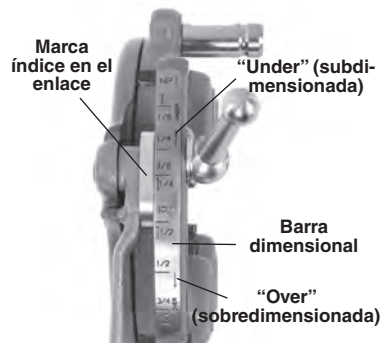

Figura 12 – Ajuste del tamaño de la rosca
3. Empiece con la marca índice de la conexión alineada con la marca del tamaño deseado en la barra dimensional. Si se trata de cabezales para pernos, fije la marca del enlace para alinearla con la línea en la barra dimensional. Para roscar pernos, coloque todas las terrazas para pernos alineadas con la línea BOLT (perno) en la barra dimensional (Figura 12).